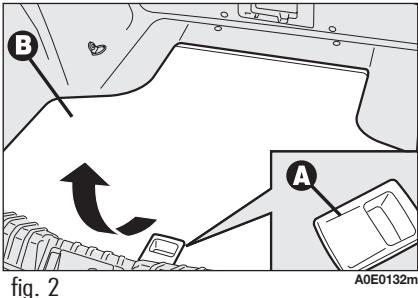
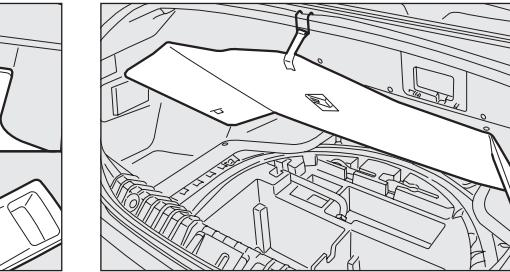

fig. 2
fig. 3
- mediante la manilla **A**-fig. 2, levante el revestimiento rígido **B** y engáñchelo como se ilustra en la **fig. 3**;